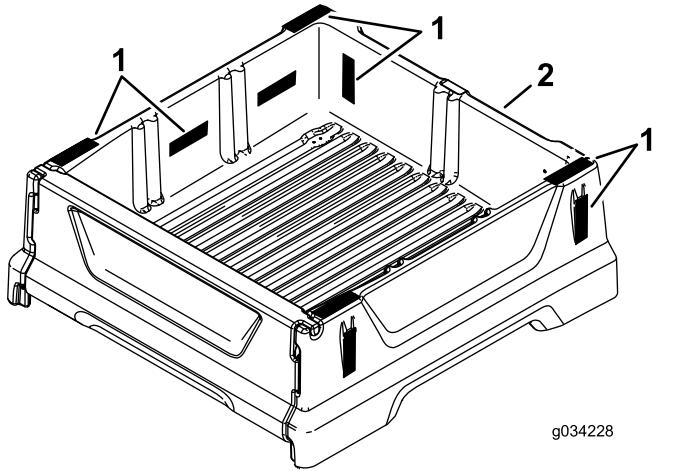

Рисунок 2
- Прикрепите кронштейн в местах, показанных на Рисунок 2, с помощью 2 винтов (Рисунок 3).